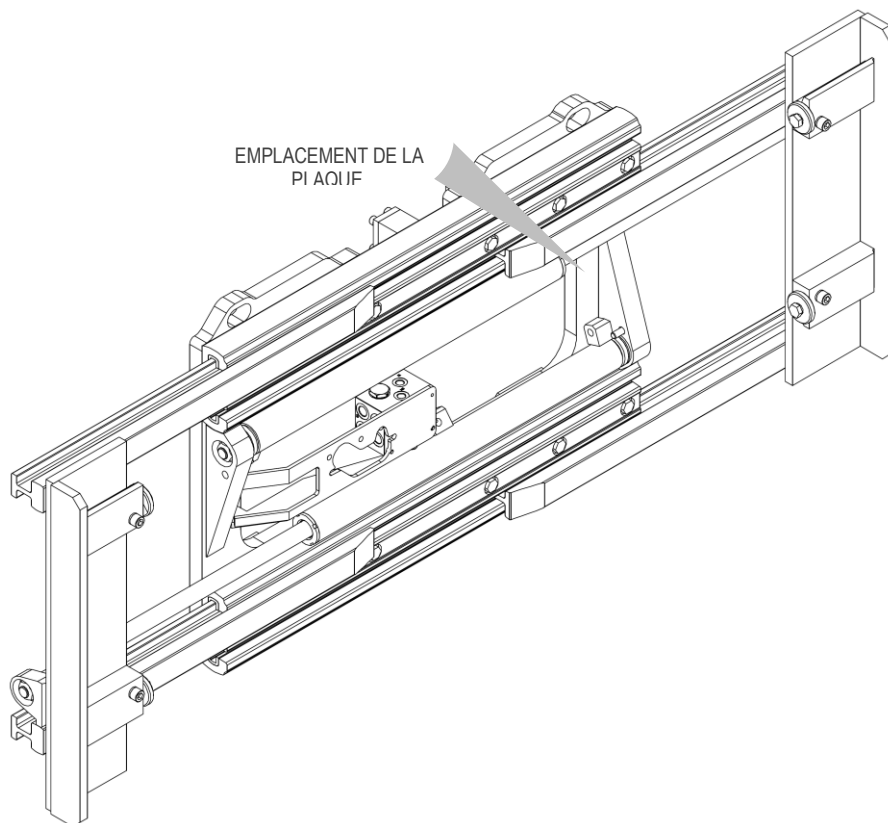

Figure 1
Tous les équipements A.T.I.B. – POSITIONNEUR FOURCHES À GRANDE OUVERTURE TYPE 883 sont identifiés par une plaque signalétique adhésive (voir *Tableau 1*) positionnée sur l'équipement (voir , *Figure 1*) ; se référer toujours au numéro de série.
5. Des courroies ou des chaînes de dimensions appropriées doivent être utilisées pour la manutention en fonction du poids de l'équipement indiqué sur la plaque signalétique (voir *Figure 1* et *Tableau 1* en p.6).
10. Raccorder le circuit hydraulique en s'assurant que la pression de service des tuyaux est supérieure ou égale à la pression indiquée sur la plaque d'identification (voir *Figure 1* et le *Tableau 1* page 6).
6. Des courroies ou des chaînes de dimensions appropriées doivent être utilisées pour la manutention en fonction du poids de l'équipement indiqué sur la plaque signalétique (voir *Figure 1* et le *Tableau 1* en p.6).